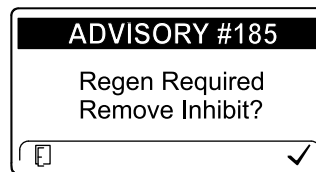

Figura 45
**Nota:** Se l'InfoCenter è impostato per inibire la rigenerazione, ogni 15 minuti l'InfoCenter visualizza il messaggio ADVISORY #185 (Figura 45), mentre il motore richiede una rigenerazione di ripristino.